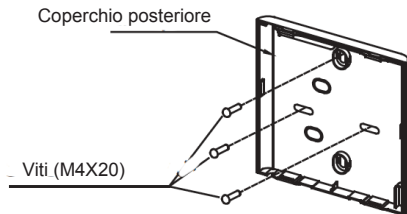

Fig. 3-5
- Per il montaggio su una superficie, fissare il coperchio posteriore sulla parete con 3 viti (M4X20) e tasselli (fig. 3-5).